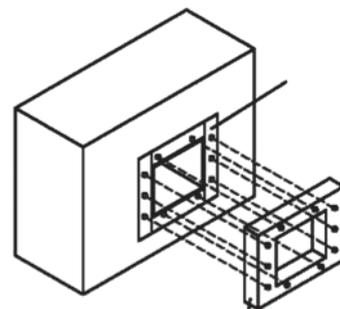

Рис.3
- Также есть возможность установки щитового затвора к стенному адаптеру (рис.3). В плите-адаптере имеются отверстия с резьбой, они совпадают с крепежными отверстиями на корпусе.